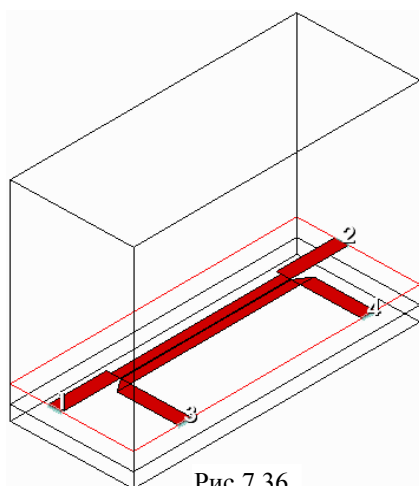

Рис. 7.36
- Щёлкните по значку **View EM 3D Layout**. Трёхмерное отображение структуры показано на рис. 7.36. Как видно, проводники оказались на верхнем слое. Это произошло из-за того, что для них осталась действовать установка черчения на втором слое, а теперь этот слой стал третьим. Чтобы вернуть проводники на нижний слой, сделайте следующее.